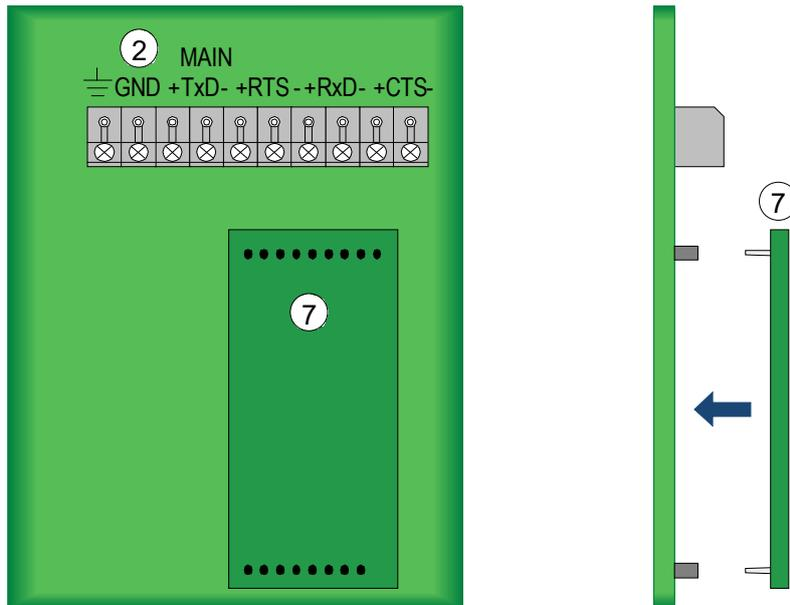

Abb. 14: Steckplatz der Schnittstellenmodule
Die Schnittstellenmodule ⑦ lagerichtig gem. Abb. 14 auf das Basismodul stecken!